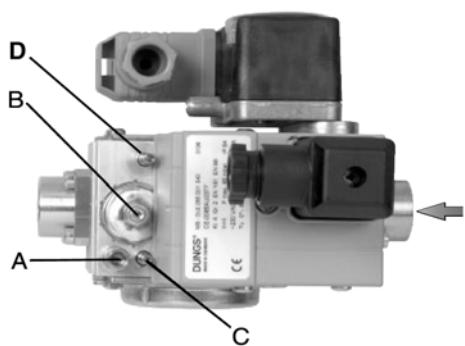

Рис. 8
- 4 согласно ссылки, данной на Рис. 8, закрепить фланец к шпилькам котла с помощью гаек **D**, не затягивая их полностью;
1. отвинтить винт А (Рис. 8) забора давления и подсоединить манометр;
2. установить на минимальное значение регулятор давления, поворачивая регулировочный винт В (Рис. 8) против часовой стрелки;
4. отрегулировать пламя на фазе розжига, используя байпас С (см. Рис. 8 п.10). При вращении по часовой стрелке расход газа уменьшается, а против часовой стрелки - увеличивается. Рекомендуется не увеличивать сильно расход при розжиге, чтобы не влиять на эффективную работу стабилизатора В (Рис. 8).
Воздействовать на регулятор давления до тех пор, пока не получите желаемый расход, с помощью регулировочного винта В (Рис. 8): для увеличения расхода крутите винт по часовой стрелке, для его уменьшения - против часовой стрелки.
Регулировочный клапан Д редуктора основного количества газа на заводе - изготовителе оставляется в полностью открытом состоянии: его положение не должно НИКОГДА изменяться! После выполнения всех настроек, закрутить стопорный винт А (Рис. 8) в отверстии для измерительного прибора.